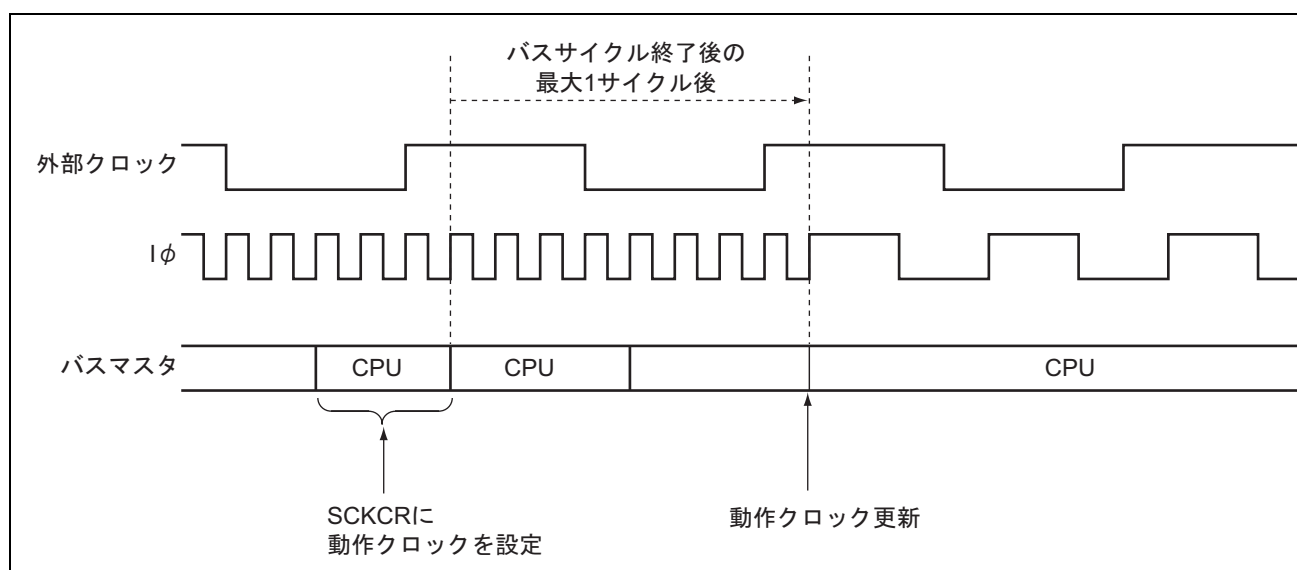

図 24.6 クロック変更タイミング
4. 図 24.6 にクロック変更タイミングを示します。SCKCR に値をライトした後、現在実行しているバスサイクル終了を待ちます。そのバスサイクル終了後、外部入力クロック ϕ に対して最大 1 サイクル後に各クロックの周波数を変更されます。